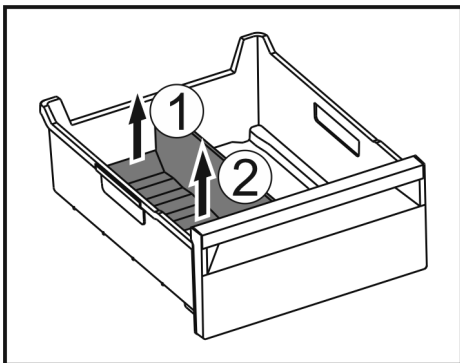

Fig. 146
- Achterste deel van de ijsvak-scheider optillen. Fig. 146 (1)
- Ijsvak-scheider er naar boven toe uitnemen. Fig. 146 (2)